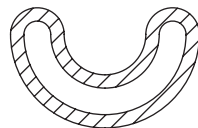

Bild 2
2. Avlägsna tätningen (bild 2) inuti sandfången innan hålet görs.